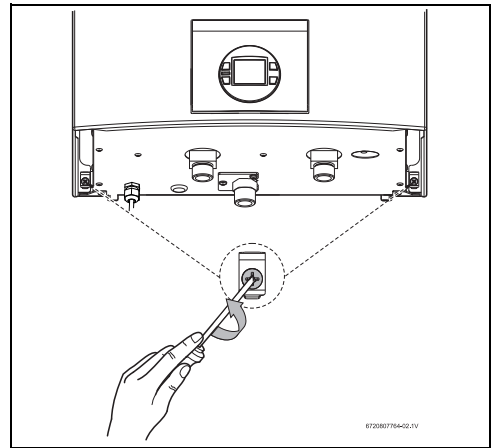

Fig. 23 Viti per lo sgancio del mantello
- Svitare le due viti presenti nella parte posteriore dell'apparecchio (Fig. 23) per poter rimuovere il mantello.